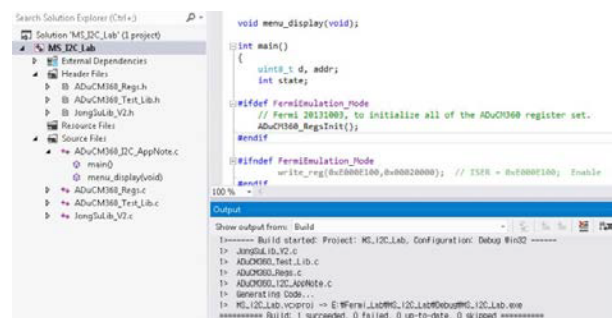

图26. 编译和链接所有示例代码
7. 如图26所示，编译和链接Visual C++下的所有示例代码。
如图26所示，代码中没有错误和警告。